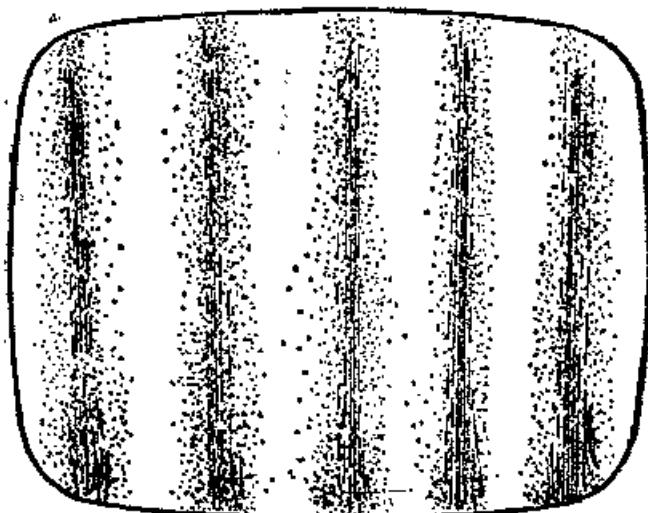

图1-2 光栅上出现肋骨条
(1) 从近处看，光栅线条应清晰明亮，不感到闪烁。亮线应水平，间隔均匀地布满整个屏幕。屏幕中心和边缘的线条都清晰，说明显象管的聚焦性能好。
(2) 从远处看，整个屏幕亮度应均匀，无暗角、暗边。调整亮度旋钮时，应能平稳地改变屏幕亮度。亮度调到最大时，从近处看扫描线仍应清晰可辨。当亮度减小时，屏幕上亮度也应均匀一致，不应出现如图1-2所示的垂直的黑条(肋骨条)。